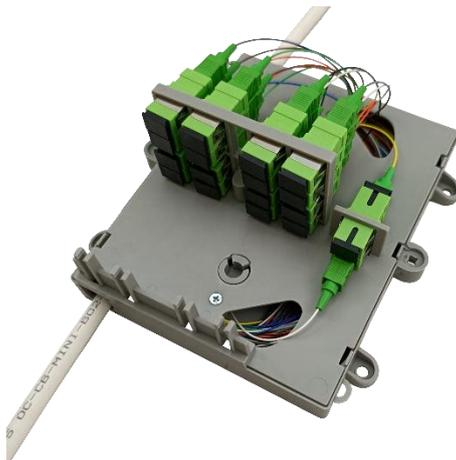

Рис. 6
7. Произвести подключение коннекторов выходов оптических делителей к оптическим адаптерам на планке адаптеров (Рис. 6);